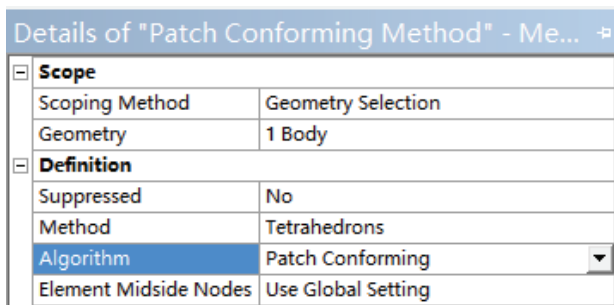

图 19-6 设置划分方法
3) 设置 Method 为 Tetrahedrons，Algorithm 为 Patch Conforming，如图 19-6 所示。